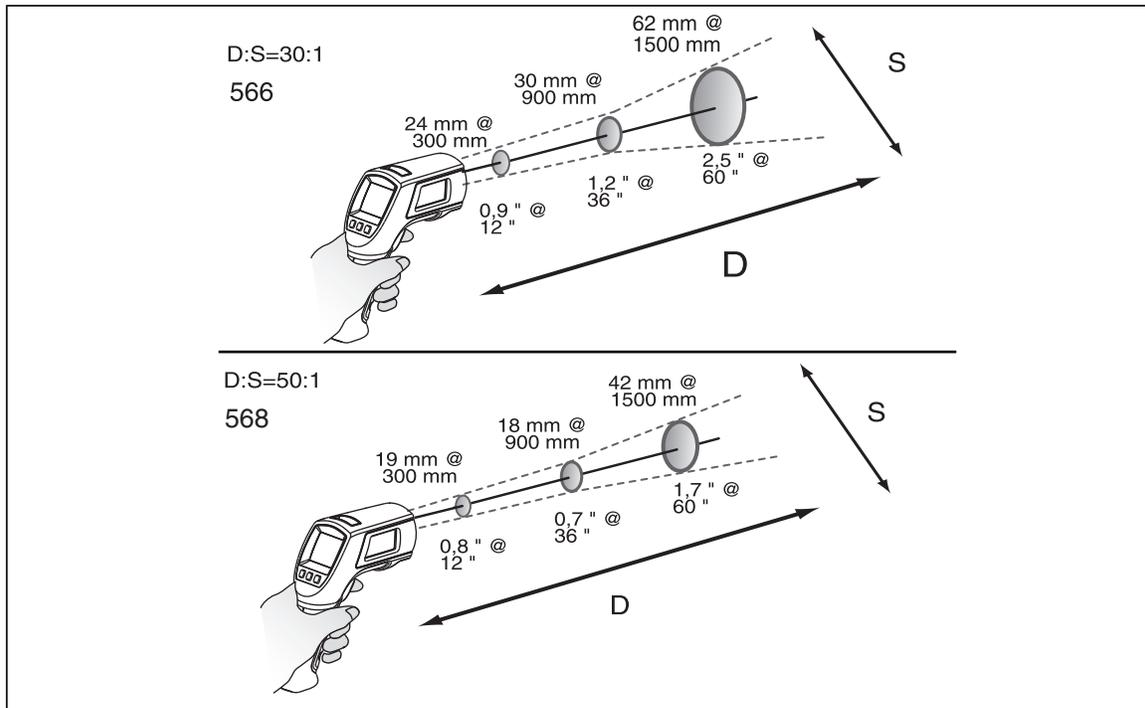

Figure 5. Distance et taille du point
A mesure que la distance (D) de l'objet mesuré augmente, la taille du point (S) de la zone mesurée par l'unité s'agrandit. La figure 5 représente la relation entre distance et taille du point (D:S) pour chaque modèle. Les tailles des points indiquent une énergie encadrée à 90 %.